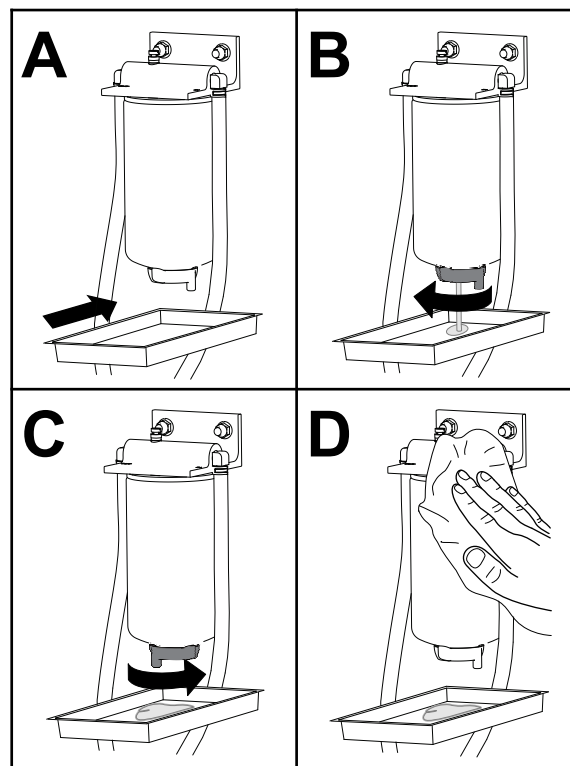

Figura 66
1. Spurgate l'acqua dal separatore carburante/acqua come illustrato nella Figura 66.